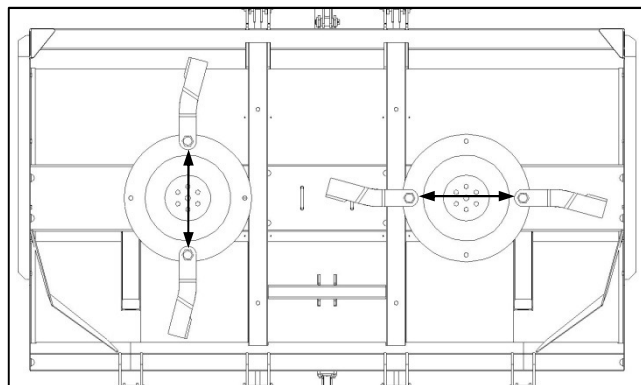

Fig. 10
- ✔ Weigh blades before installation. Blades of nearest equivalent masses should be installed in opposing positions on the same cutting gear assembly to maintain balance (Fig. 10).
- ✔ Weeg lemme voor hulle aangebring word. Lemme met die naaste eenderse massas moet teenoor mekaar op dieselfde snymeganismemontering aangebring word om balans te handhaaf (Fig. 10).